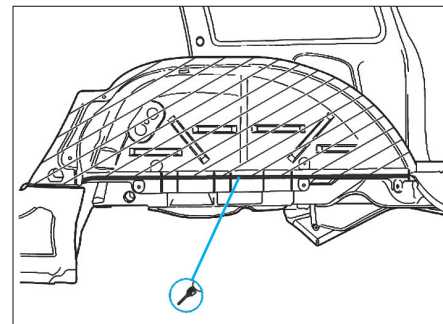

FIG. 60
- Découper le passage de roue au-dessus de la banquette de tôle, sinon dégraffer les accostages d'origine (Fig.60).